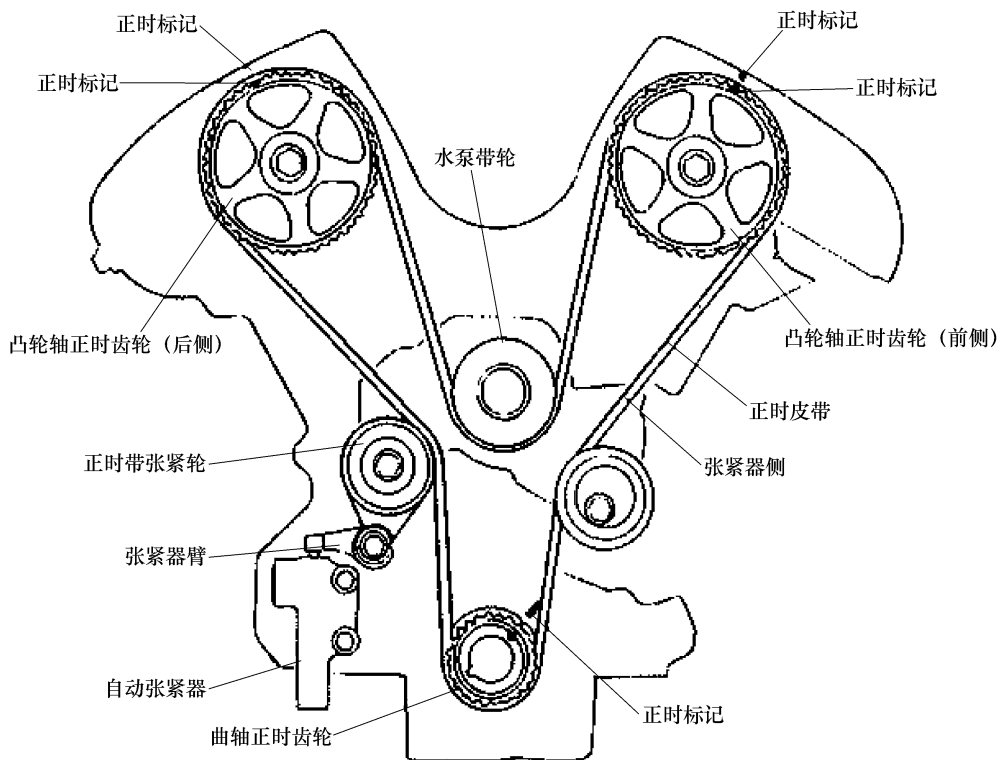

图 8-3 正时标记位置图
- 4) 如图 8-3 所示对正正时齿轮标记, 安装曲轴正时齿轮。